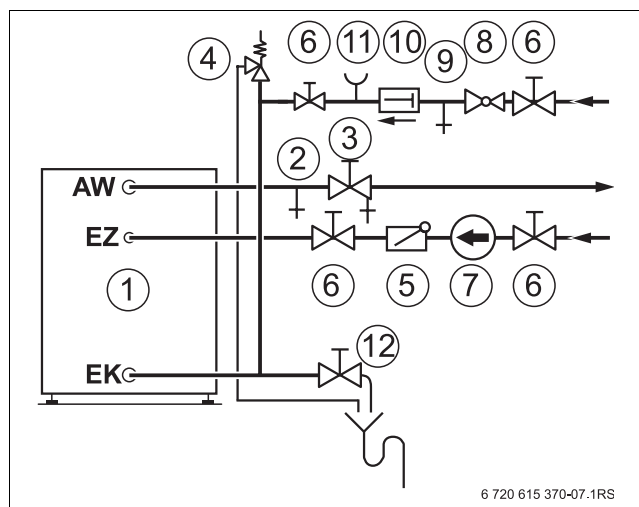

Bild 7 Installation (Prinzipabbildung)
- Absperrventil für Eintritt Kaltwasser EK (→ Bild 7, [6]) schließen.
- Speicher-Wassererwärmer über das Entleerungsventil (→ Bild 7, [12]) komplett entleeren - auch den unteren Teil des Speicher-Wassererwärmers.